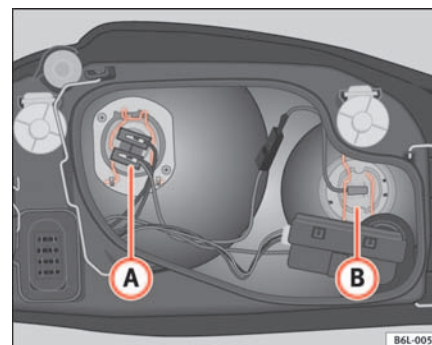

Fig. 143 Lampe du feu de croisement
- Extraire le connecteur du câble de la lampe (A) ⇒ fig. 143.